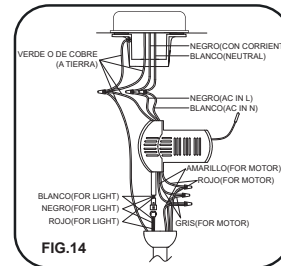

FIG.14
Paso 2. Conexiones eléctricas de los cables de suministro del receptor a la casa: conecte el cable BLANCO (neutro) de la caja de distribución al cable BLANCO marcado 'AC in N' del receptor. Conecte el cable NEGRO (corriente) de la caja de distribución al cable NEGRO marcado 'AC in L' del receptor. Fije todas las conexiones con las tuercas de plástico incluidas. (Fig.14)
Paso 3. Si su caja de distribución tiene un cable de TIERRA (verde o cobre desnudo), conecte este cable a los cables de tierra del Hanger Ball, Hanger Bracket y Receptor. Si su caja de distribución no tiene un cable de tierra, entonces conecte entre sí los cables de tierra del Hanger Ball, Hanger Bracket y Receptor. Asegure la conexión con el conector plástico para cables provisto. (Fig.14)